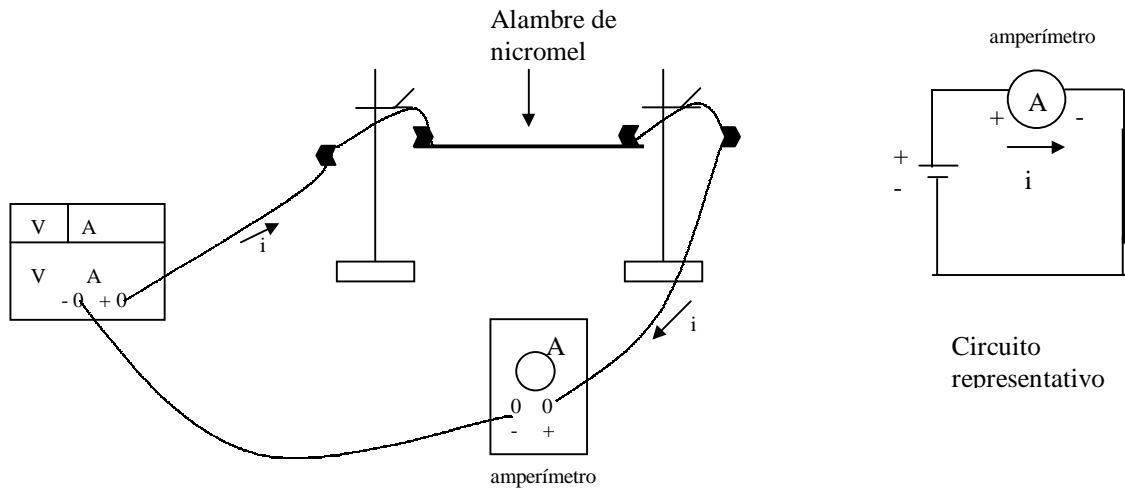

Figura 1
1. Conecte el alambre de nicromel (de un metro de longitud aproximadamente y calibre 36 AWG) con la fuente de voltaje continuo ( $V_{cc}$ ) como se ilustra en la figura 1. Por medio del multímetro (amperímetro) mida la corriente del conductor.